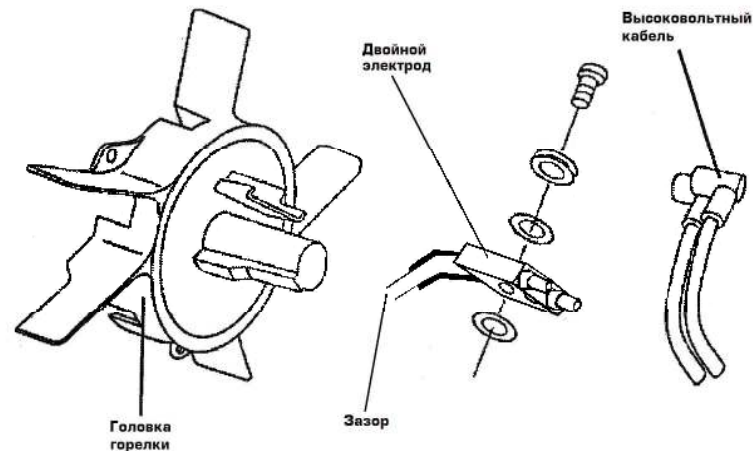

Рис. 7
6. Влага в топливе или топливном баке. 7. Неправильное электрическое соединение между трансформатором и печатной платой. 8. Высоковольтный провод отсоединен от электрода. 9. Неисправный трансформатор.	(рис. 6). 6. Прополощите топливный бак чистым дизтопливом. 7. Осмотрите все электрические соединения.(См. приложение А). 8. Подсоедините высоковольтный провод к электроду (рис.7). 9. Замените трансформатор